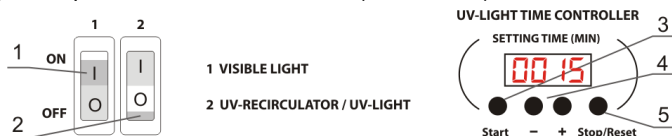
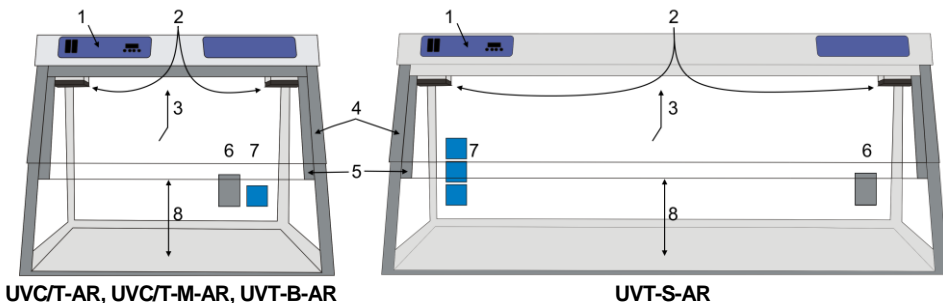

Рисунок 2. Панель управления
Рисунок 3. Бокс для чистых работ, вид спереди:
5.2.1. Переведите в положение ON выключатель **2** (рис. 2/2) на панели управления (рис. 3/1), это приведет в действие УФ рециркулятор в верхней части бокса (рис. 3/2) и активирует таймер открытой УФ лампы. УФ рециркулятор работает пока выключатель **2** не будет переведен в положение OFF (выключено).
5.2.2. Установите время экспозиции открытой УФ лампы на электронном таймере прибора (SETTING TIME), используя кнопки таймера “+” и “-” (рис. 2/4) для увеличения и уменьшения времени экспозиции с шагом 1 мин. Если кнопку удерживать нажатой дольше 2 секунд, скорость смены значения увеличивается. Рекомендуемое время экспозиции – два раза по 30 минут, после включения и до начала работ в боксе.
- 5.2.3. Нажмите кнопку **Start** (рис. 2/3). Включатся УФ лампы, таймер начнет отсчет времени экспозиции. Индикатор таймера отображает текущее время: до 1 часа - в минутах и секундах (мм:сс), после 1 часа - в часах и минутах (чч:мм). По достижении заданного времени, таймер автоматически отключит открытую УФ лампу.
- 5.2.4. Можно отключить открытую УФ лампу до истечения установленного времени экспозиции нажатием кнопки **Stop/Reset** (рис. 2/5). При этом в памяти сохраняется установленное время экспозиции. При полном выключении прибора время экспозиции таймера не сохраняется.
- 5.3.1. Для освещения рабочей поверхности включите люминесцентную лампу дневного света (рис. 3/3), переведите выключатель **1** (рис. 2/1) в положение ON, включено.
- 5.3.2. Откройте передний защитный экран (рис. 3/5) для работы в боксе. У моделей разная высота поднятия экрана (рис. 3/8), указанная в главе **Спецификации**. Экран можно поднять в следующие позиции:
Примечание. Не блокируйте отверстия рециркулятора (рис. 3/2)!
- 5.3.3. Чтобы использовать электроприборы внутри бокса, пропустите провод питания через отверстие и закройте шторку (рис. 3/6) или подключите прибор к розетке (рис. 3/7, боксы со встроенной розеткой).
8.5. **Замена антипылевых фильтров.** По краям УФ рециркулятора находятся антипылевые фильтры (рис. 3/2), которым требуется ежемесячный уход. Для проверки, замены или чистки антипылевых фильтров снимите пластиковые крышки, при необходимости замените или промойте фильтры водой, просушите и установите фильтры и крышки обратно в прибор.